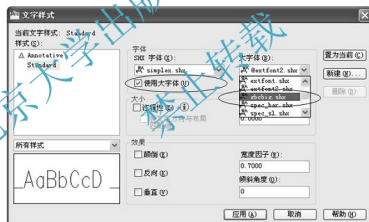

图 3.5 选择“gbcbig.shx”大写字体
② 勾选【使用大字体】复选框, 然后在【大字体】下拉列表中选择“gbcbig.shx”选项, 如图 3.5 所示。